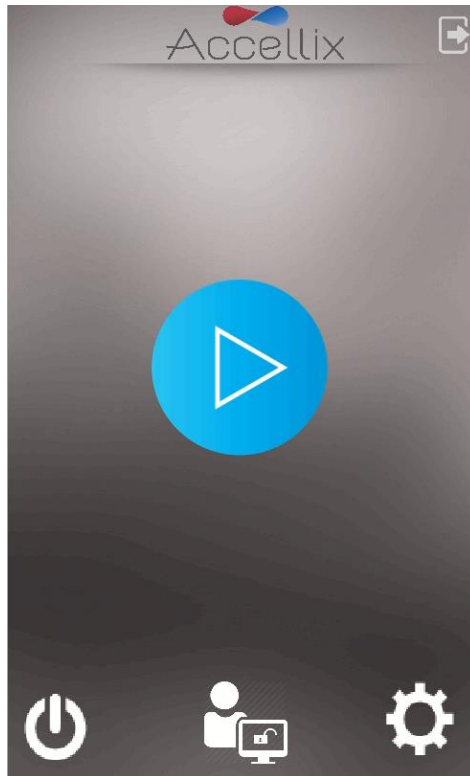

Abbildung 14: Bildschirm „Home“ (Start)
2. Überprüfen Sie, ob das System die Initialisierung erfolgreich abgeschlossen hat und ob der Bildschirm **Home** (Start) (oder der Bildschirm für die Benutzeranmeldung, wenn die Anmeldung aktiviert ist) auf dem Gerätebildschirm angezeigt wird (Abbildung 14).
1. Tippen Sie auf das Symbol **Administrator** (Administrator)  in der unteren Mitte des Bildschirms **Home** (Start) (Abbildung 14).